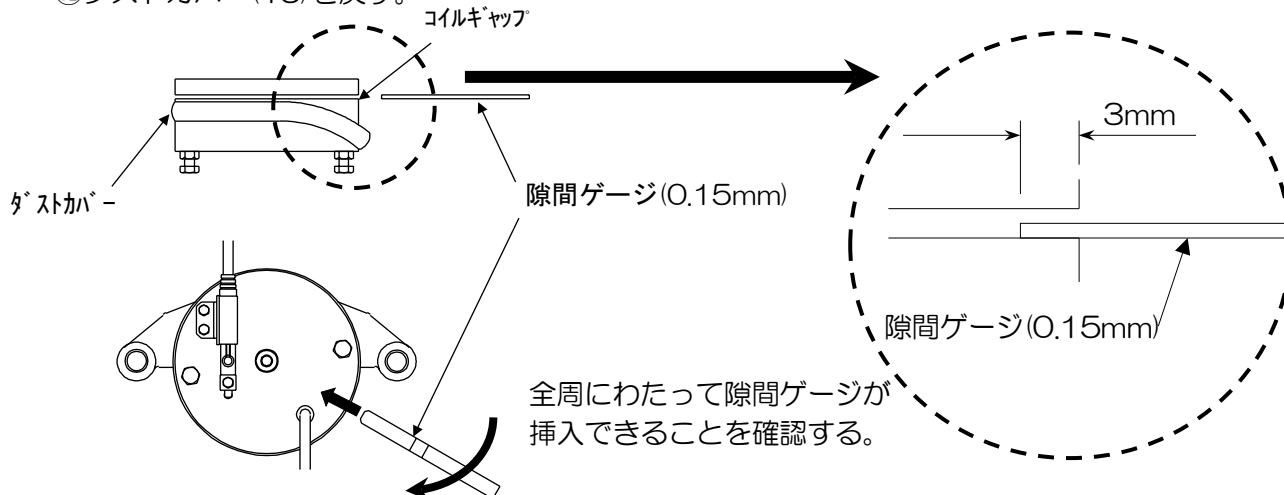

図4 コイルギャップの確認(全周)
⑨ダストカバー(15)をずらす。
⑩0.15mmの隙間ゲージをコイルギャップ (アーマチュア(1)とフィールド(2)の間) に挿入し、全周にわたって 3mm 以上隙間ゲージが挿入できることを確認する。(図4参照)
⑪全周に 0.15mm の隙間ゲージが挿入できなかった場合は、当社に連絡願います。
⑫ダストカバー(15)を戻す。